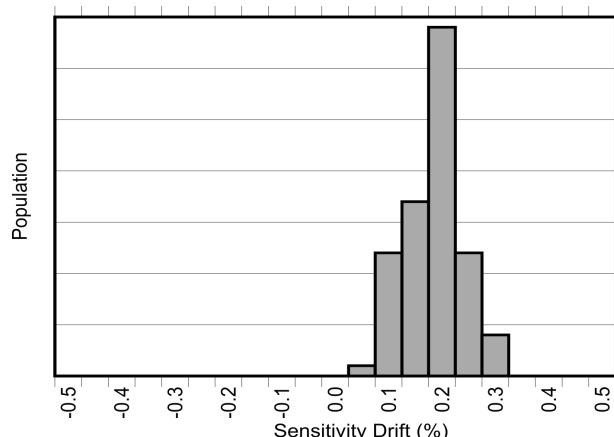
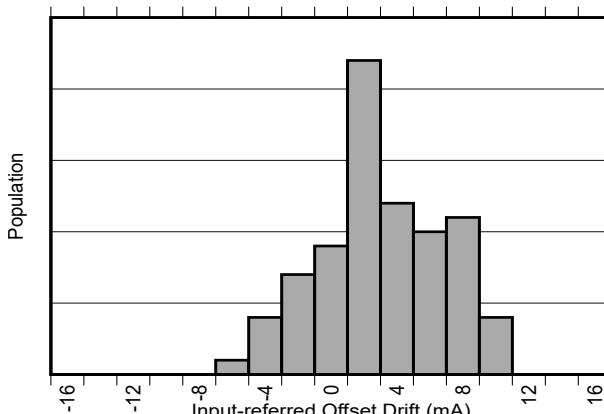

図 8-3. AEC-Q100 高温動作寿命ストレス テスト後の
図 8-4. AEC-Q100 高温動作寿命ストレス テスト後の
一般的な磁気電流センサでは、温度ドリフトが大きいことに加え、デバイスの寿命全体の経年劣化により、感度に 2%~3% のドリフトもさらに影響されます。TMCS1126 で温度ドリフトを低減するために使用されているのと同じ独自の補償技法も使用されます。これにより、特に動作温度が高いときに、ストレスや環境条件による経年変化による寿命ドリフトを大幅に低減できます。**電気的特性**に示すように、TMCS1126 は標準 3 ロットの AEC-Q100 認定において、130°C、相対湿度 (RH) 85% での高度加速ストレス試験 (HAST) の後、業界をリードする寿命感度ドリフトを実現しています。AEC-Q100 認定の規定に準じた 1000 時間に及ぶ 125°C の高温動作寿命ストレステストの後、**電気的特性**で規定される範囲内の低感度およびオフセットのドリフトも確認されています。これらのテストは、デバイスの寿命全体での標準的な動作を模倣しており、標準的な磁気電流センサに比べて経年劣化によるデバイス性能の変動が大幅に改善されることを示しています。AEC-Q100 に規定されている 1000 時間 125°C 高温動作寿命ストレステスト後の感度およびオフセットドリフトを、**図 8-3** および **図 8-4** に示します。デバイスの動作性能は、デバイスの寿命全体にわたって変化します。このテストは、デバイスの寿命全体にわたる標準的な動作を模倣しており、標準的な磁気センサに比べてデバイスが性能を大幅に向上する可能性があることを示しています。